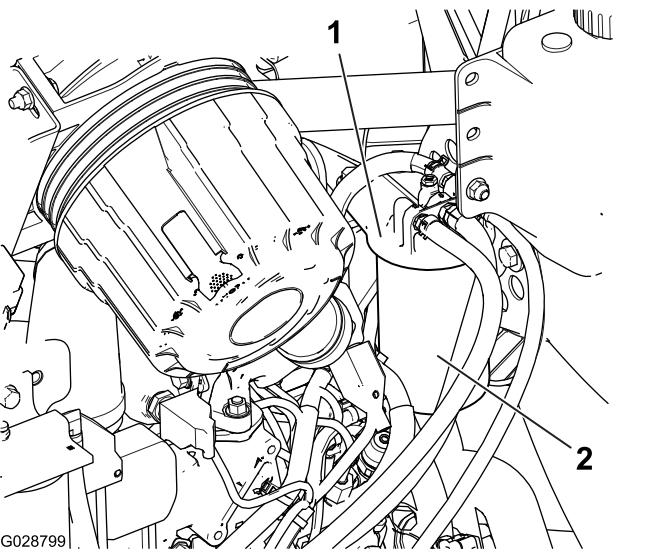

Figura 58
1. Limpie la zona alrededor de la cabeza del filtro de combustible (Figura 58).
2. Retire el filtro y límpie la superficie de montaje de la cabeza del filtro (Figura 58).